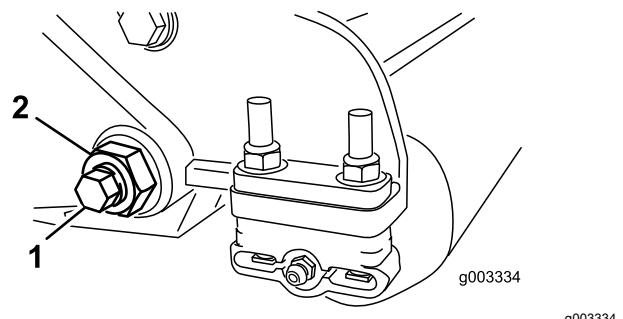
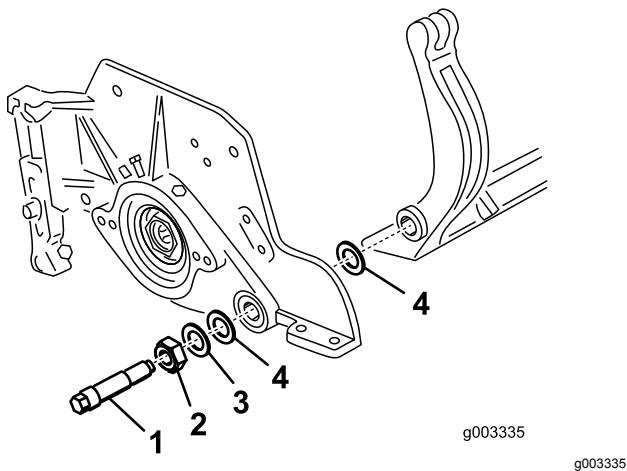

Figure 38
Figure 39
3. De chaque côté de la machine, desserrez le contre-écrou de fixation du boulon de la barre d'appui (Figure 38).
4. Retirez les boulons de la barre d'appui afin de pouvoir abaisser la barre et la déposer du boulon de la machine (Figure 38). Mettez de côté 2 rondelles en nylon et 1 rondelle en acier estampé à chaque extrémité de la barre d'appui (Figure 39).